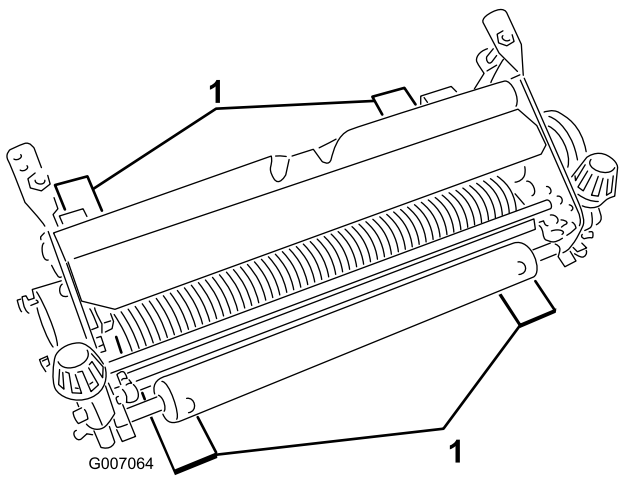

Bild 4
2. Legen Sie vier Messlehren mit der gewünschten Einstechtiefe des Messers unter die Frontrolle und die Hinterräder des Vertikutierers (Bild 4).